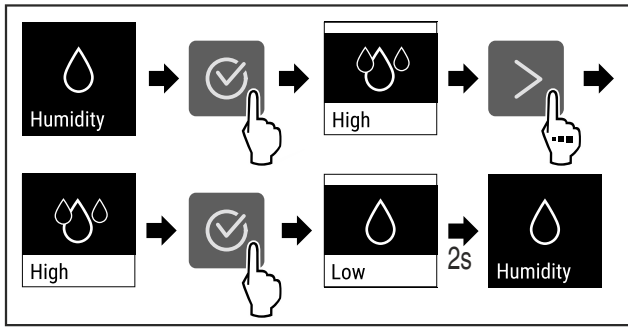

Fig. 75
- ▶ Efectuați pașii de acțiune (vezi Fig. 75).